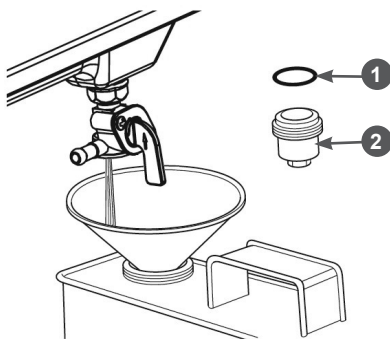

Рис. 24 Слив топлива с топливного бака
- открутите стакан 2 отстойника (Рис. 24);
- откройте топливный кран и слейте топливо в приготовленную для этого ёмкость (Рис. 24);
- установите на место стакан отстойника. Перед установкой убедитесь в том, что уплотнительное кольцо 1 находится на месте и не повреждено (Рис. 24).